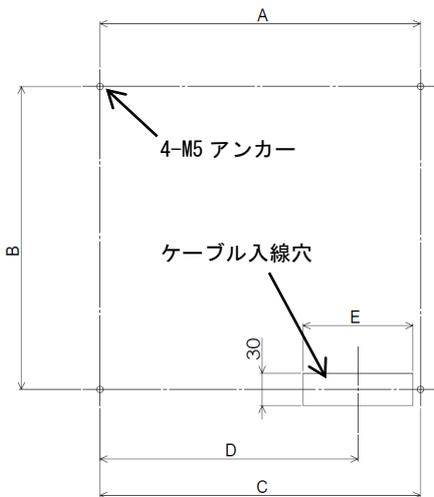

図 8 寸法図
- ①図8及び表3に従って、壁に取付穴及びケーブル入線穴をあけます。ケーブルの入線は本体背面及び下側の2方向からできるようになっています。背面から入線する場合のみ、ケーブル入線穴をあけてください。
- ②すべての取付穴にアンカーを打ち込み、上側2ヶ所の取付穴にボルトを取り付けます。
- ③点検説明板及び本体右下側の取付穴の真上にあたる指示計ユニットを取り外します。②で取り付けたボルトに本体上側の取付穴を引っかけて、下側のボルトを取り付けます。
- ④ 4ヶ所のボルトを締め付けたら、警報ユニット及び指示計ユニットを元の位置に取り付けてください。(コネクタも元の通り接続してください)